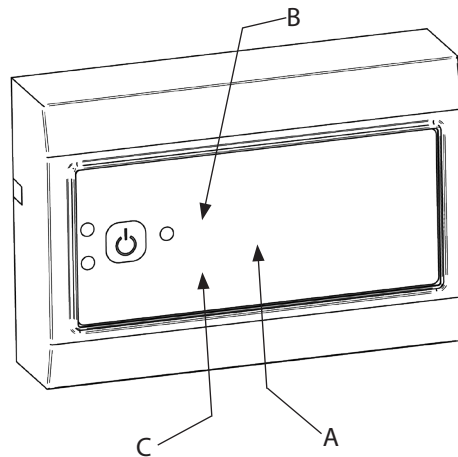

Abb.10
- Die EIN/AUS Taste betätigen (Abb. 10-A).
- Die Funktionsdiode (Abb. 10-B) blinkt GRÜN, bis der Rauchsauger einen ausreichenden Schornsteinzug aufgebaut hat. Blinkt die Diode GELB, ist die Frischluftklappe zu öffnen (falls vorhanden). Sobald die Diode ständig GRÜN leuchtet, kann die Feuerstelle eingeschaltet werden.
Funktionsdiode (Fig. 10-B)
Alarmdiode (Fig. 10-C)
Durch Drücken der EIN/AUS Taste (Abb. 10-A) für mindestens 4 Sekunden läßt sich die Drehzahl des Rauchsaugers während des Betriebes erhöhen. Durch Ausschalten wird diese wieder aufgehoben.